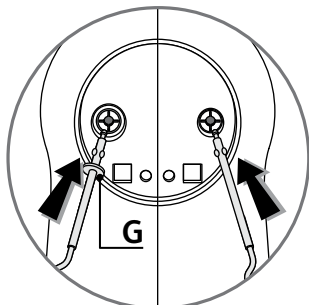

fig.1
- Insérez la tige de chaque fouet (B) ou malaxeur (D) dans les trous correspondants et verrouillez-les. Les fouets et malaxeurs ont une forme spécifique. **Le fouet ou malaxeur avec détrompeur (G) doit être placé à gauche dans le trou le plus grand (Fig.1).**
• Utilisation sur le socle (H) : (Selon modèle)
- Insérez la tige de chaque fouet **(C)** ou malaxeur **(E)** dans les trous correspondants et verrouillez-les. Les fouets et malaxeurs ont une forme spécifique. **Le fouet ou malaxeur avec détrompeur (G) doit être placé à gauche dans le trou le plus grand (Fig.1).**
- Insert the rod of each whisk (**B**) or dough hooks (**D**) into the corresponding holes and lock into place. **The whisks and dough hooks have a specific shape, the mixer or whisk with the marker for left whisk or dough hook (G) should be positioned to the left, in the biggest hole (Fig.1).**
- To avoid overheating of the motor unit (A), do not use the unit for more than 5 minutes.